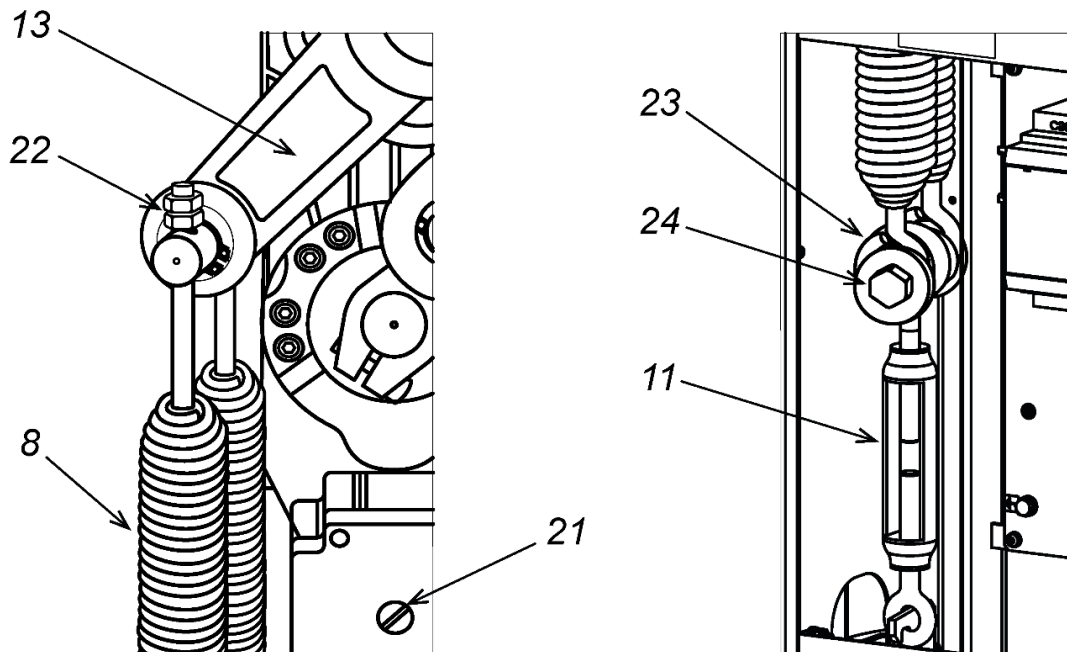

Рисунок 17. Установка балансировочных пружин
Переведите кронштейн крепления стрелы в горизонтальное положение, для чего шлицевой отвёрткой вращайте винт (ручку) разблокировки привода (21) по часовой стрелке до упора (см. рис. 17).
2. Снимите дверцу (2), открыв замок ключом.
3. На приводе стрелы переведите рычаг (13) в нижнее положение (см. рис. 17).
5. Также регулировать натяжение пружин можно при помощи гаек (22) на верхних шпильках пружин (см. рис. 17), при этом над гайками у обеих пружин должно быть примерно одинаковое количество витков резьбы, но не менее 3-5 витков.